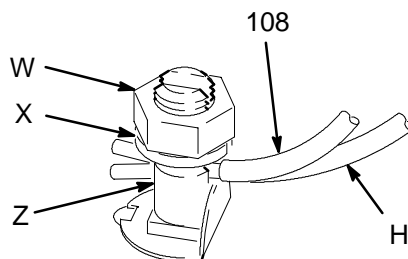

Fig. 2
5. *Agitateur*: utiliser le fil et la pince de terre (108, fournis). Voir Fig. 2. Desserrer l'écrou de blocage (W) de la borne de terre et la rondelle (X). Introduire une extrémité du fil de terre (108) dans la fente de la borne (Z), puis bien serrer l'écrou. Raccorder la pince à une véritable prise de terre.
6. *Flexible d'aspiration*: fixer le fil de terre du flexible (H) sur la borne de terre de l'agitateur. Voir Fig. 2. Si vous n'utilisez pas d'agitateur, fixer le fil sur le réservoir d'alimentation produit.